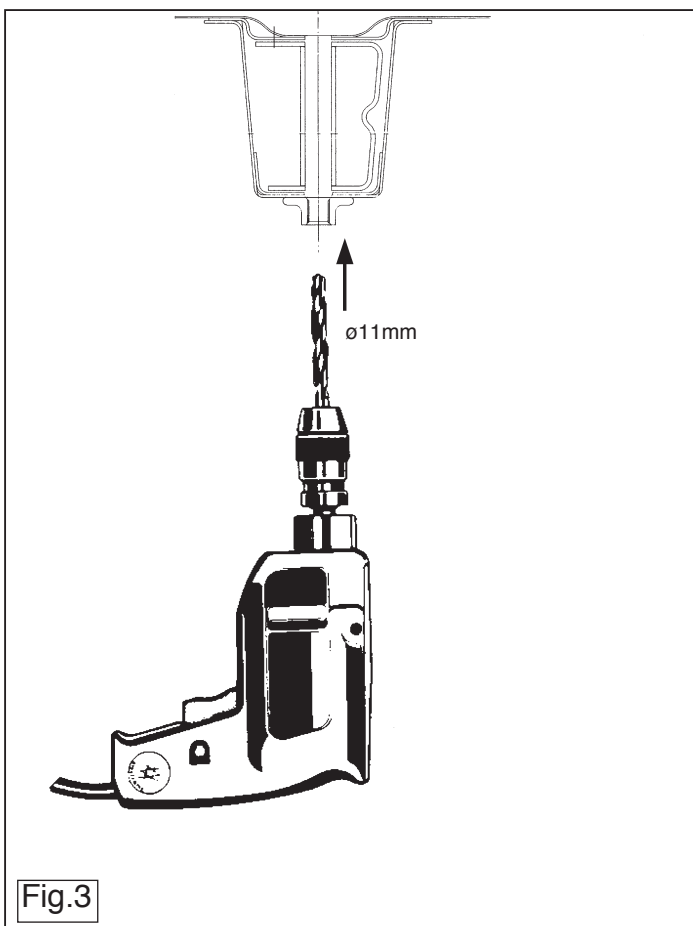

Fig.3
bohren. (Siehe Fig. 3).
7. Percer les trous A ainsi libérés de  $\varnothing 11\text{mm}$  (la figure 3)
7. Borra genom de frigjorda gånghålen A med  $\varnothing 11\text{mm}$  (fig. 3).
7. Tag gevindhullerne A igennem med  $\varnothing 1$  mm (fig. 3).
- Taladrar los orificios para hilos ahora accesibles A observando un diámetro de  $\varnothing 11\text{mm}$  (fig. 3).
- Allargare a  $\varnothing 11\text{ mm}$  i fori filettati A così liberati (fig. 3).